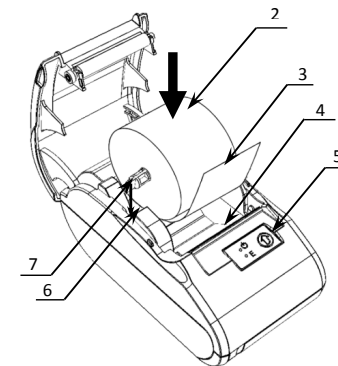

Рисунок 6. Заправка бумаги
2. Установить ось 6 в рулон ЧЛ 2 (рисунок 6).